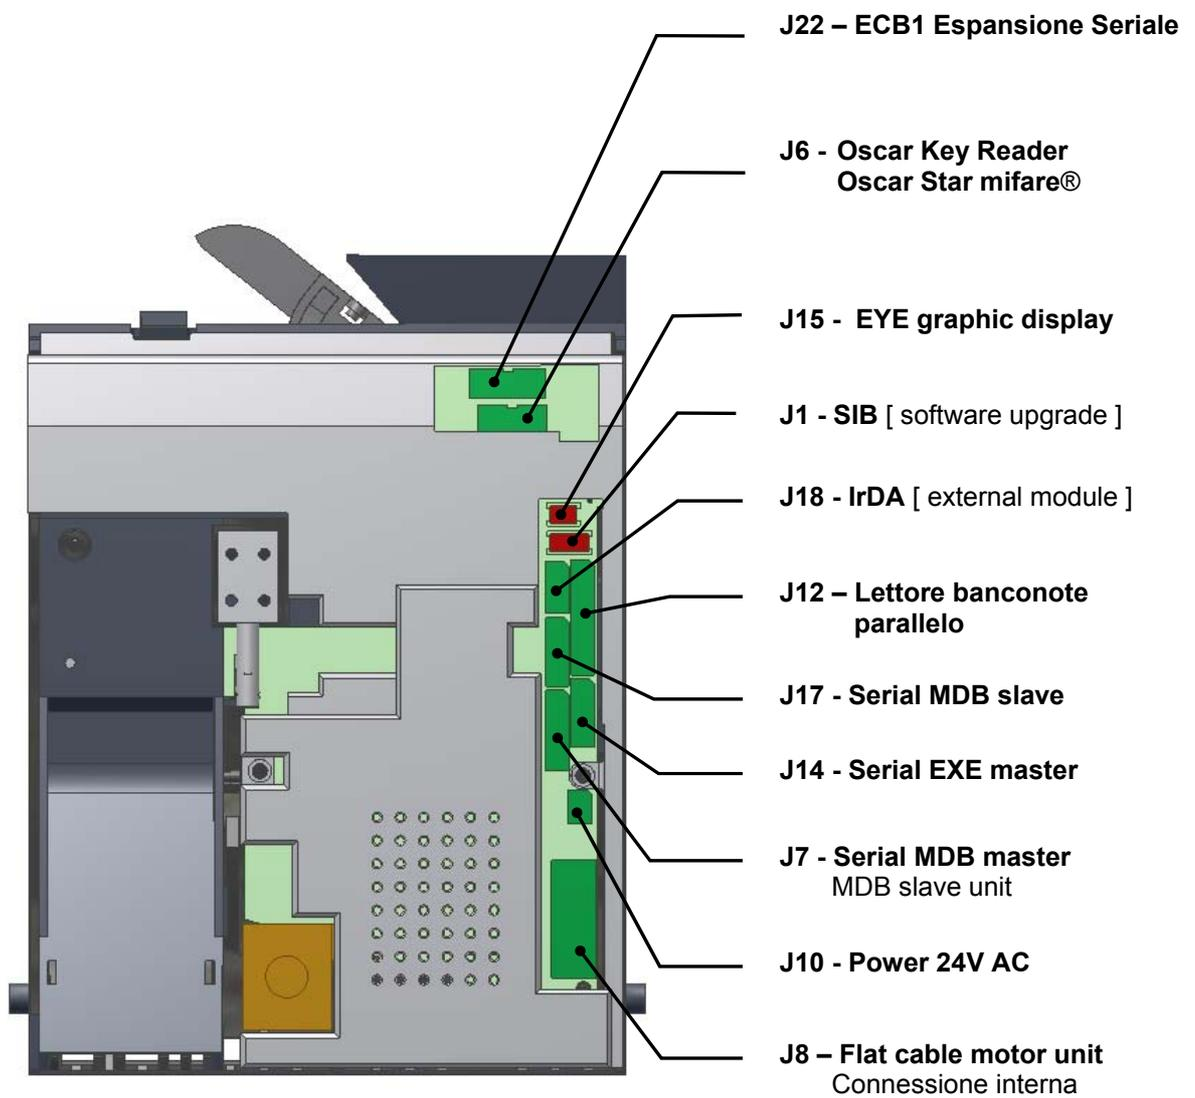

Fig.1
Riferimento Fig.1 e 1.1 di pag. 5
2. Premere la leva per sbloccare il selettore dalla sede (Fig. 1), e rimuovere in avanti il selettore (staccare il cavo piatto che lo collegano al gruppo rendiresto interno).